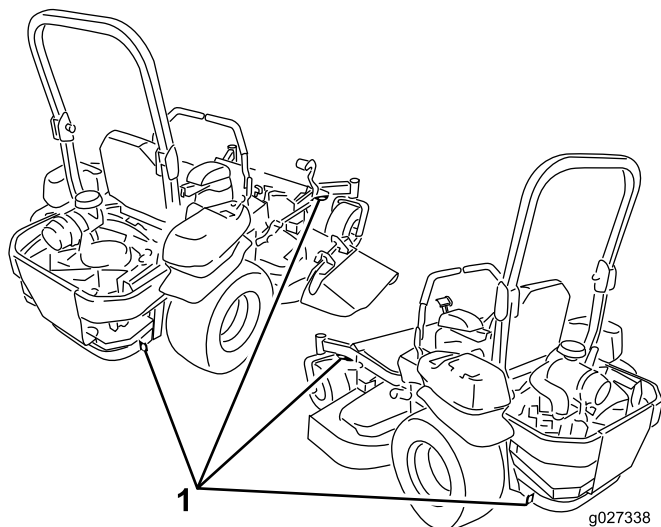

Figure 37
5. Servez-vous des points d'attache en métal de la machine pour arrimer solidement la machine sur la remorque ou le véhicule utilitaire avec des sangles, des chaînes, des câbles ou des cordes (Figure 37).